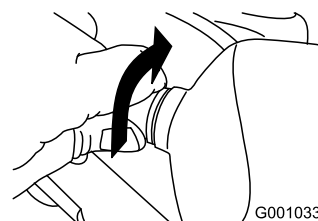

Figure 55
2. Tournez la base de l'ampoule dans le sens antihoraire jusqu'à la butée (Figure 55).